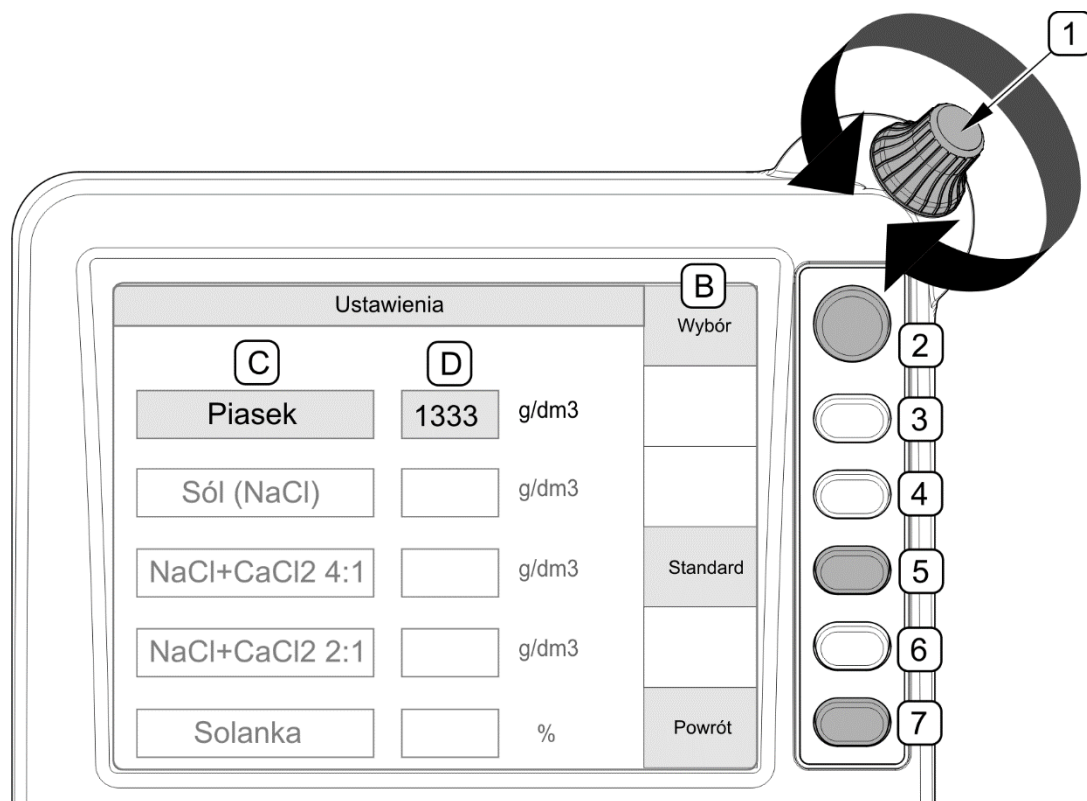

РИСУНОК 4.18Примерный способ обслуживания пульта управления
В зависимости от выбранной страницы в меню на дисплее (РИСУНОК 4.18) рядом с функциональными кнопками (2),(3),(4),(5),(6),(7) высвечиваются актуально приписанные им функции (B). На каждой странице меню дисплея, для каждой кнопки высвечиваются иные функции. Пустое функциональное поле рядом с кнопками (3),(4),(6) обозначает, что в данный момент они неактивны (РИСУНОК 4.18). Для перехода на другое поле (C) и для изменения величины параметров в поле (D) служит рукоятка (1).